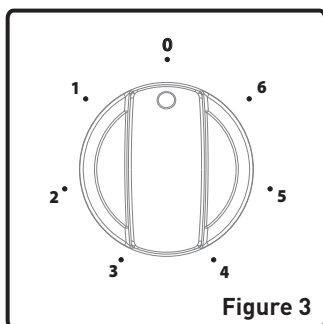

Figure 3
- Ouvrez la porte du four (1).
- Ouvrez le loquet de blocage jusqu'à la position finale (2).
- Repoussez la porte jusqu'à ce qu'elle soit presque entièrement fermée, comme indiqué dans la figure 3, et retirez la porte en la tirant vers vous.